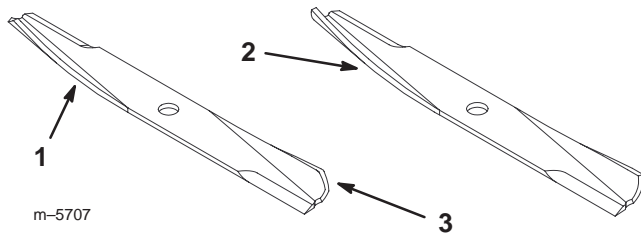
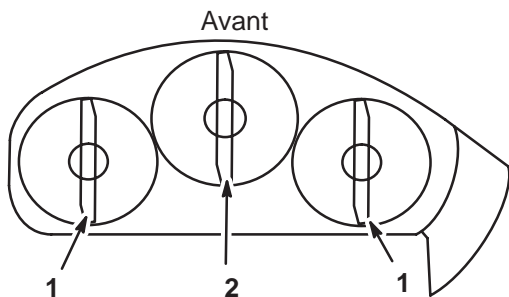

Figure 31
Figure 32
**Important** Les lames sont de deux tailles différentes. La lame courte se monte sur l'axe central. Les deux longues lames se montent sur les axes extérieurs (Fig. 31).
**Important** Les lames sont de deux tailles et formes différentes. La lame courte se monte sur l'axe central. Les deux longues lames se montent sur les axes extérieurs (Fig. 32). Reportez-vous à la Figure 31 pour voir la différente forme des lames.